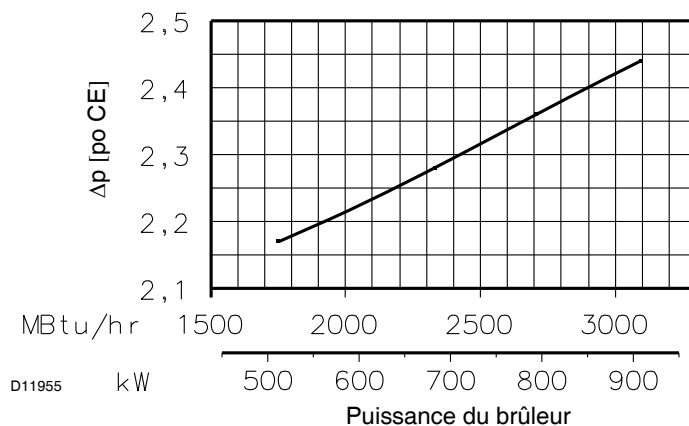

Fig. 26
- tête de combustion réglée comme indiqué dans le diagramme (Fig. 26)
- Trouver la valeur de pression la plus proche de votre résultat dans la Fig. 26.